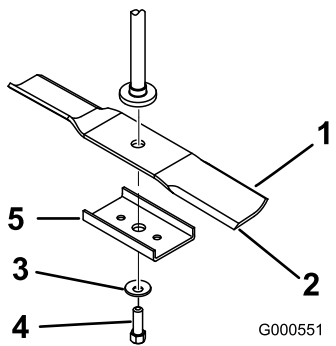
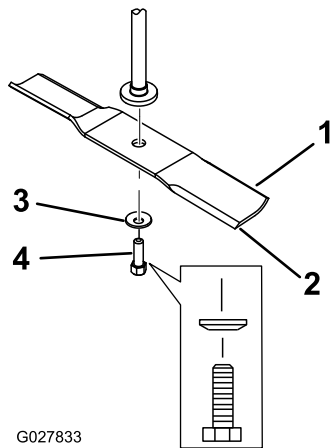

Figure 60
Figure 61
2. Enlevez de l'axe le renfort de lame (plateaux de 81 cm seulement), le boulon de lame, la rondelle bombée et la lame (Figure 60 et Figure 61).
1. Placez la lame sur l'axe (Figure 61).
2. Montez le renfort (plateaux de 81 cm seulement), la rondelle bombée (face concave vers la lame) et le boulon de lame (Figure 61).